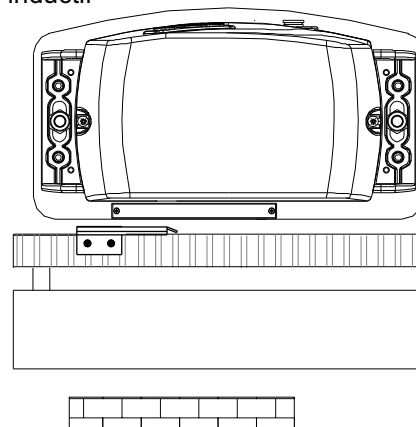
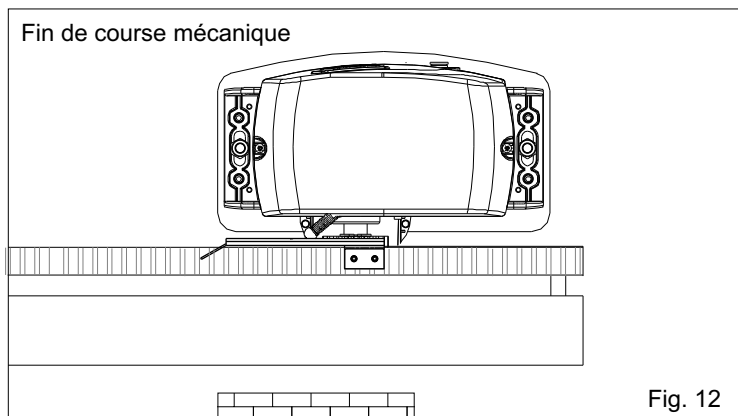

Fig. 13
Fig. 12
- Positionner la plaque sur la crémaillère de façon d'avoir le fin de course (doigt en cas de fin de course mécanique (Fig. 12); flèche d'identification positionnée sur le côté supérieur en cas de fin de course inductif (Fig. 13)) en correspondance du point X que se trouve à 50 mm du côté plié de la plaque (Fig. 14) et la fixer avec les vis en dotation (Fig. 15 - Fig. 16).